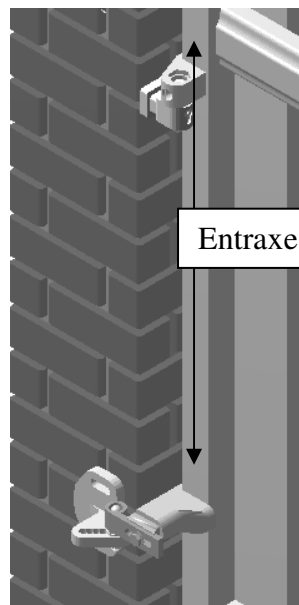
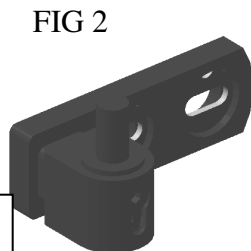
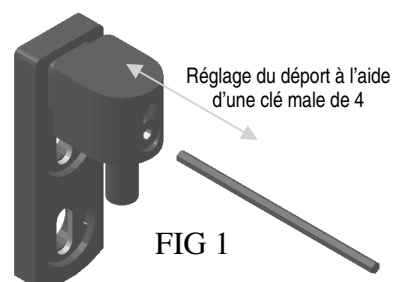

FIG 3
FIG 2
FIG 1
1. Les gonds sont livrés en standard comme indiqué à la figure 1. Monter les gonds hauts comme à la figure 2. Mesurer l'entraxe comme indiqué fig. 3
1. Les gonds sont livrés en standard comme indiqué à la figure 1. Monter le gond comme à la figure 2. Mesurer l'entraxe comme indiqué fig. 3